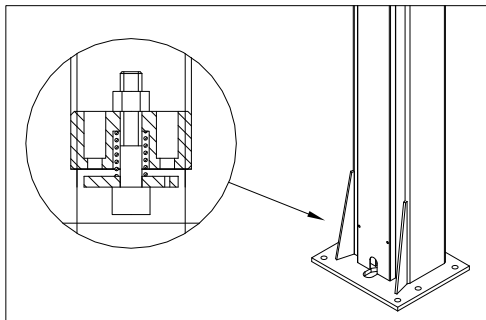

рис. 12
- ◆ В случае неожиданной обильной течи в гидроцепи (поврежденная трубка), сработают блокировочные клапаны внизу каждого цилиндра. (рис. 12)